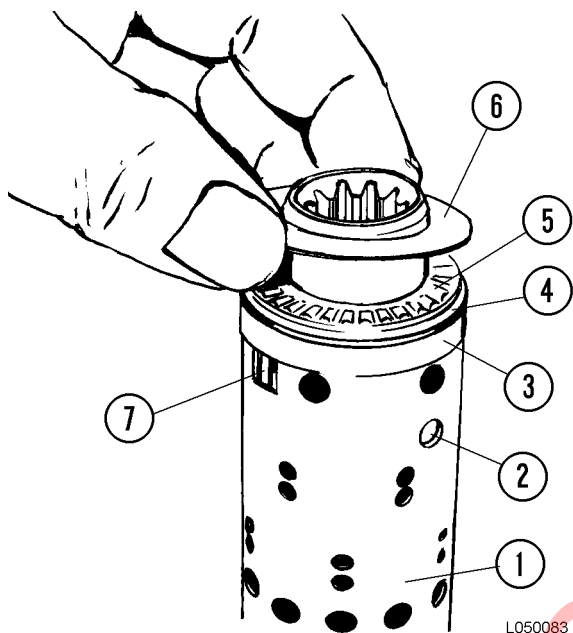

FIGURA 5-10. INSTALACIÓN DEL RODAMIENTO
6. Con los resortes de posición neutral (7, Figura 5-10) centrados en el carrete y la camisa, instale el anillo (3), la carrera del rodamiento trasero (4), el rodamiento de empuje (5) y la carrera del rodamiento delantero (6), en ese orden. El chaflán en el rodamiento trasero debe estar en dirección contraria al rodamiento.